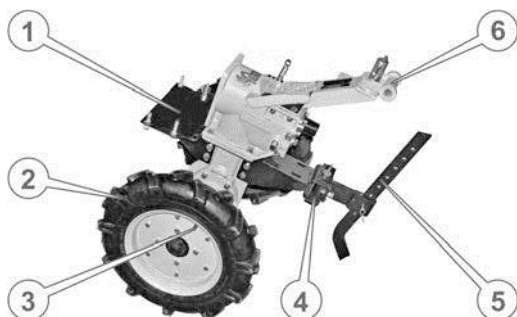

Рис.. 6. – Редуктор у зборі
7. Поставити центральний вузол на колеса, утримуючи його від падіння вперед або назад. Встановити в причіпну цапфу регулятор глибини обробки ґрунту, зафіксувати його пальцем і шплінтом, підняти регулятор у крайнє верхнє положення й обперти на нього мотоблок, який Ви складаєте (див. Рис. 6.)
9. Вставити тягу (2) (див. Рис. 6.) відкидної передньої опори в отвір кронштейна (1), який розташований на правій (у напрямку руху мотоблока) стороні редуктора, пропустити її під тягою (3) механізму блокування правої півосі та під задньою балкою (4) кріплення двигуна.